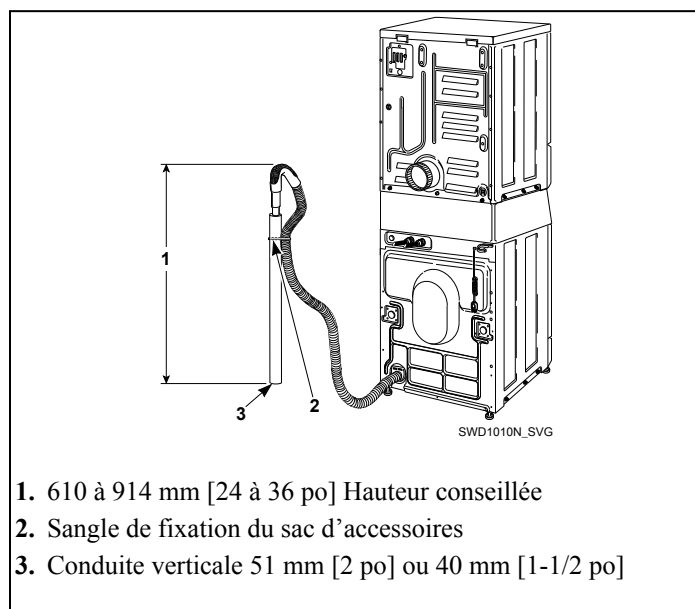

Figure 9
2. Retirer la chaînette d'arrimage du sac d'accessoires et la fixer autour de la colonne montante et du flexible de vidange. Voir la *Figure 9*.